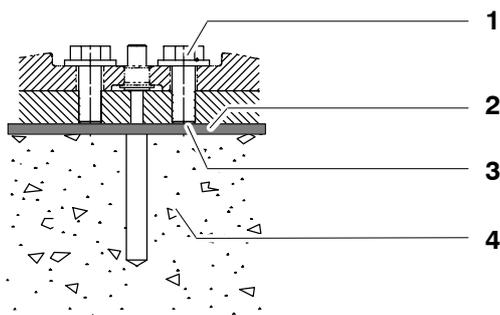

Fig. 52 Masse de compensation
- (5) Le cas échéant, déterminer l'importance des différences de niveau. Si on a affaire à de plus grandes différences, il faudra procéder conformément aux opérations (6) à (9).
- (6) Appliquer la masse de compensation (Fig. 52/2) sur les fondations en béton (4) ou sur la face inférieure des plaques de fondation.